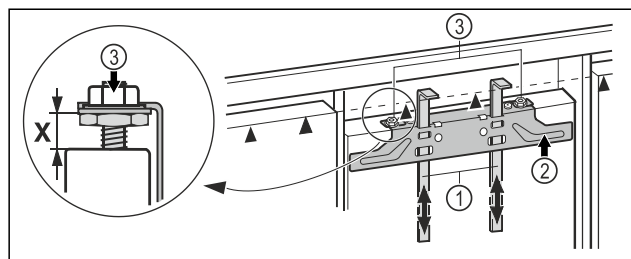

Fig. 41
- Pousser les aides au montage Fig. 41 (1) à hauteur de la porte du meuble. Bord de butée inférieur ▲ de l'aide au montage = bord supérieur de la porte du meuble à monter.
- Dévisser la traverse de fixation Fig. 41 (2) avec les contre-écrous Fig. 41 (3).